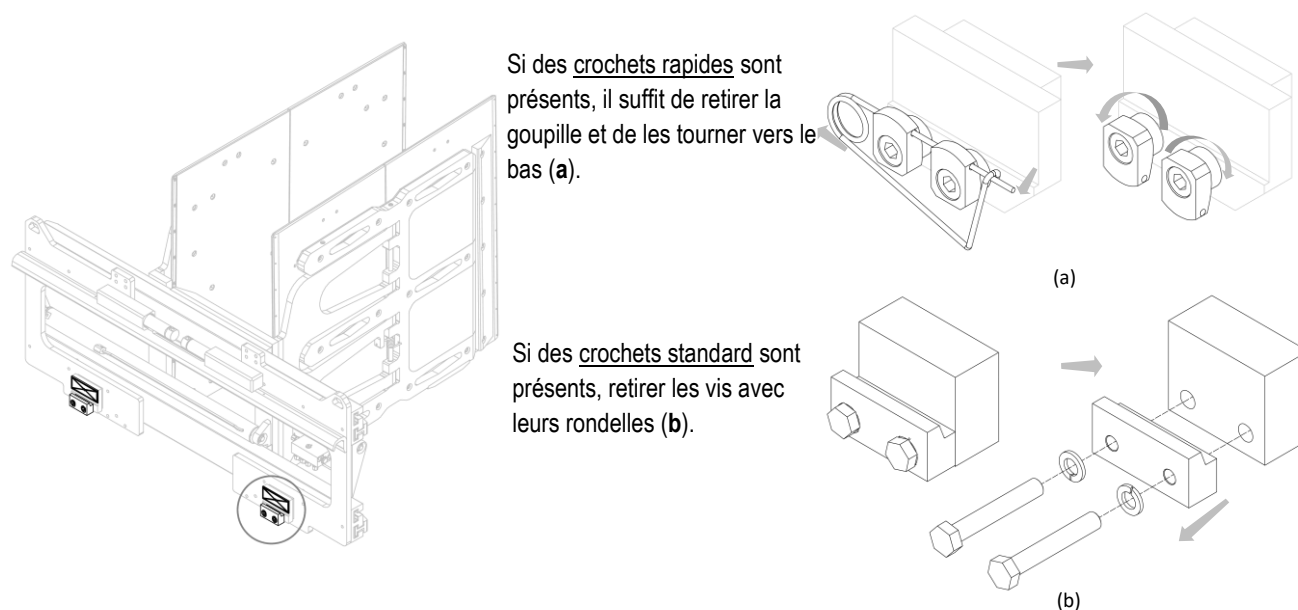

Figure 6
5. Retirer les crochets inférieurs de l'équipement et graisser les lardons de guidage (voir Figure 6).